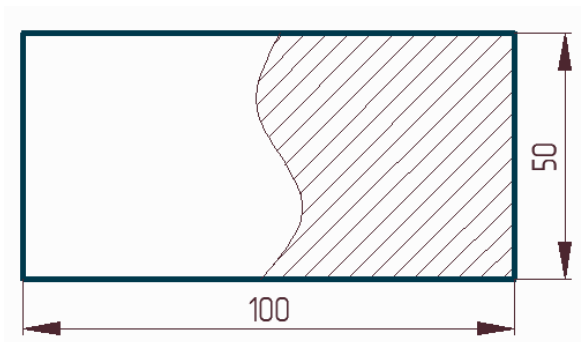

Рисунок 2.8 – Фрагмент №4
2.4.1 Побудова прямокутника (рис. 2.8) розмірами 100x50.